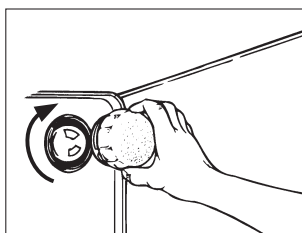

Fig. 4
4. Remplacez la protection en verre de la lampe, en la vissant dans le sens horaire. Assurez-vous de replacer la protection de la lampe correctement, car elle protège la lampe des hautes températures du four (Fig. 4).